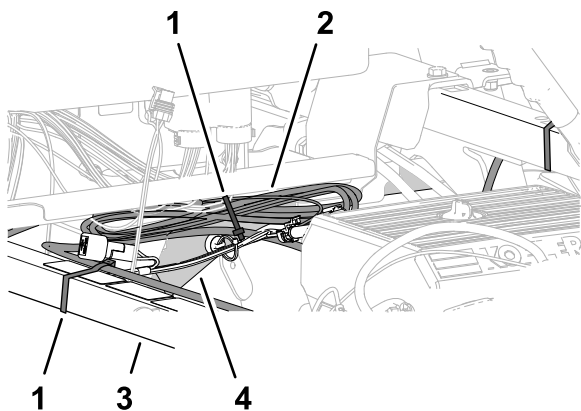

Рисунок 215
1. Соберите излишнюю длину жгута проводов передачи данных, прикрепив его к правой верхней трубе рамы (Рисунок 215).
- Выровняйте жгут проводов передачи данных относительно опорной трубы амортизатора и прикрепите его к трубе с помощью кабельной стяжки (Рисунок 215).
- Выровняйте жгут проводов передачи данных относительно правой верхней трубы рамы и прикрепите связку жгута проводов к трубе рамы с помощью кабельной стяжки (Рисунок 215).